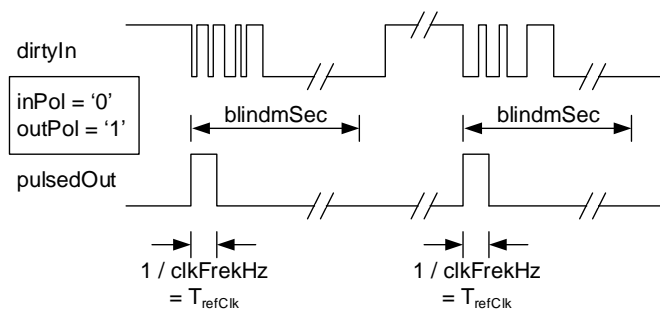

Figura 4 – Comportamento temporal do circuito de *debounce* parametrizável (assumindo que a entrada é ativa baixa e a saída é ativa alta).
O código VHDL da figura 5 descreve um *debouncer* parametrizável, cujo comportamento temporal é ilustrado na figura 4. A operação deste *debouncer* pode ser descrita sucintamente da seguinte forma:
- Decorrido este tempo ( $T_{refClk}$ ), a saída do *debouncer* regressa ao estado inativo e o circuito ignora a entrada até decorrer o tempo *blindmSec* (figura 4), o qual deve ser superior à janela temporal em que pode correr *bounce*.
No exemplo mostrado na figura 4, **inPol** = '0' e **outPol** = '1' (estando a entrada adaptada aos botões de pressão do kit DE2-115). Para uma entrada controlada por um botão ou interruptor, **blindmSec** pode estar compreendido entre 1 e 100 (milissegundos). Caso o *clock* de referência seja proveniente do oscilador de 50 MHz do kit DE2-115, **clkFreqHz** deve ser 50000 (KHz).